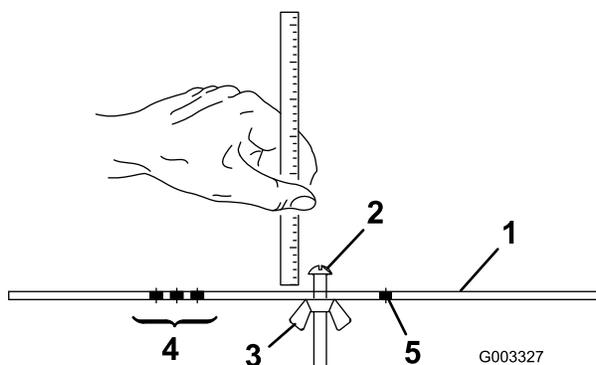

Figura 17
2. Allentate il dado sulla barra di riferimento (Figura 17) e regolate la vite di regolazione secondo l'altezza di taglio desiderata. La distanza tra l'estremità inferiore della testa della vite e la parte frontale della barra corrisponde all'altezza di taglio.